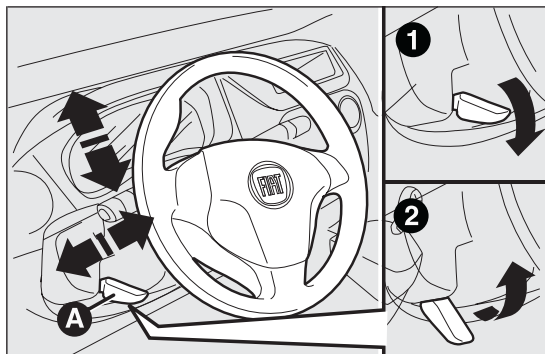

fig. 25
- bloquear la palanca A fig. 25 empujándola hacia delante (posición 1);